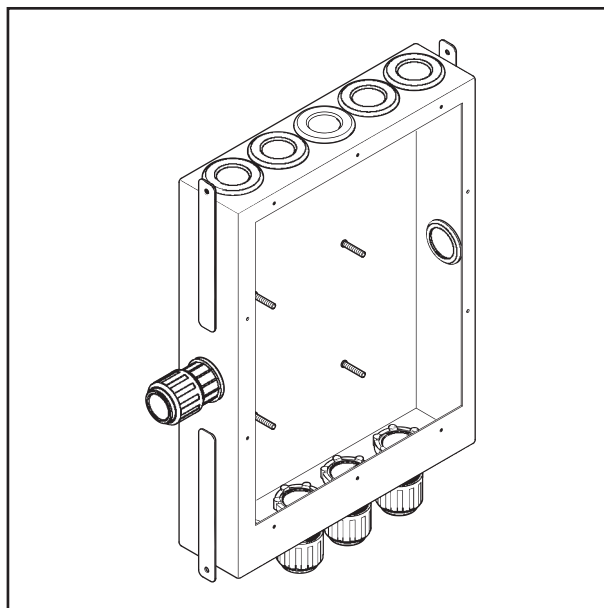

Fig. 4: Förutsättningar för montering
3. Joramark 30230 inbyggnadslåda är öppen (fig. 4).